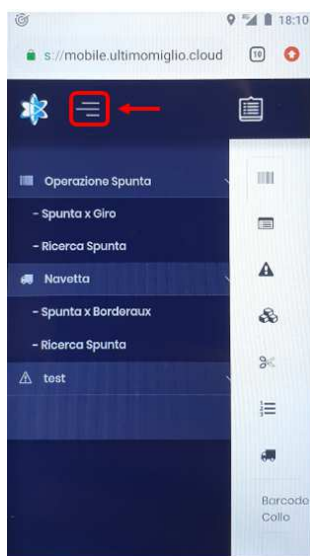

Figura 5
- Schiacciando l'icona in alto a sinistra e selezionando il modulo desiderato (Figura 5); a seguito della selezione saranno visualizzabili 2 voci di menu:
- premere il bottone indicato dalla freccia rossa in Figura 5
- premere "Operazione Spunta" presente in Figura 5
- premere "Ricerca Spunta" in Figura 5